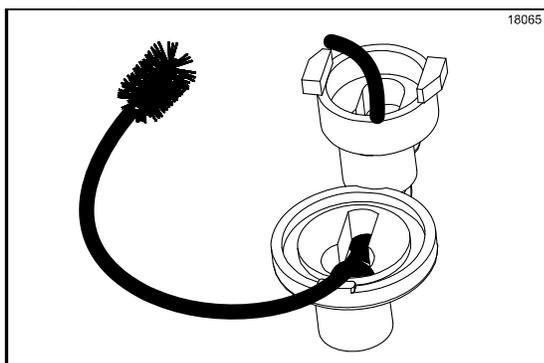

Figura 84
6. Introduzca el extremo sin cerdas del cepillo negro blindado en el espacio que está entre la válvula de entrada y la válvula de salida. (Vea la figura 84).